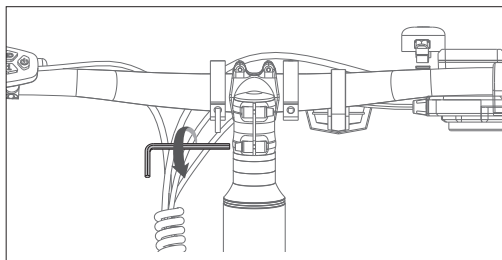

Figura 1-3
- Ajuste o painel de instrumentos e o nivelamento do refletor para uma posição horizontal, de modo que estejam numa linha reta, conforme mostrado em (Figura 1-3).